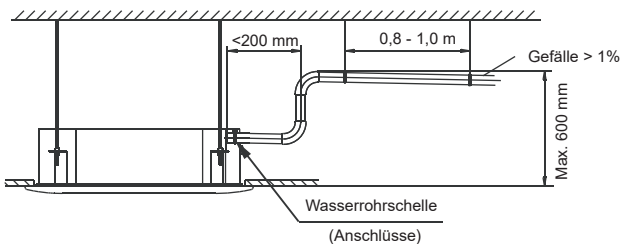

Abb. 6-2
7) Falls der Austritt der Kondensatleitung höher als das Wasserrohr am Gerätekörper liegt, die Kondensatleitung mit dem Anschluss-Set für einen vertikal gebogenen Wasseraustritt nach oben verlegen. Die Kondensatleitung darf nicht mehr als 1000 mm (Vierwege-Deckenkassette) bzw. 600 mm (Super Slim Vierwege-Deckenkassette) über der Kondensatwanne angeordnet sein, da andernfalls ein zu starker Rückfluss zum Überlaufen führen würde (siehe Abb. 6-2).